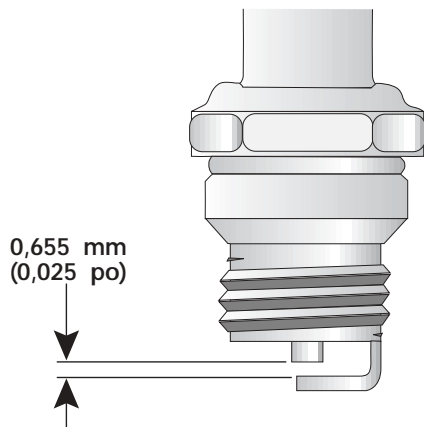

Fig. 33
3. Remplacez toute bougie fendillée, encrassée ou sale. Réglez l'écartement à 0,655 mm (0,025 po) à l'aide d'une jauge d'épaisseur (Fig. 33).